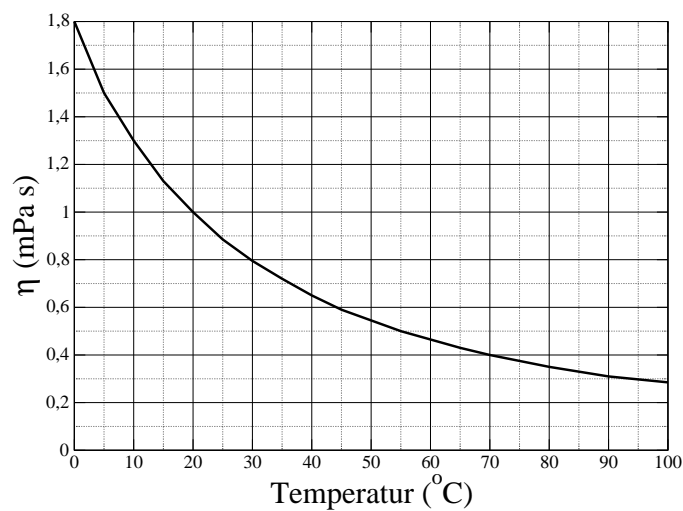

Abbildung 8: Temperaturabhängigkeit der Viskosität von Wasser
Berechnen Sie die kinematische Viskosität  $\nu$  nach Gleichung (13) und daraus die dynamische Viskosität  $\eta$  nach Gleichung (4). Vergleichen Sie die Werte mit den Literaturwerten zu den gegebenen Temperaturen aus Abbildung 8.